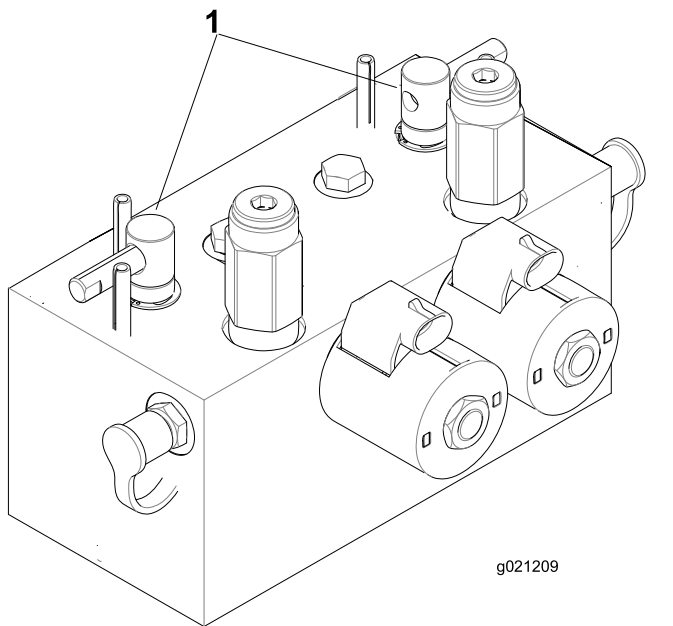

Figura 106
2. Desbloqueie e levante o banco para expor as alavancas de retificação (Figura 106).
5. Selecione as alavancas de retificação dianteiras, traseiras ou ambas para determinar quais as unidades a retificar (Figura 106).